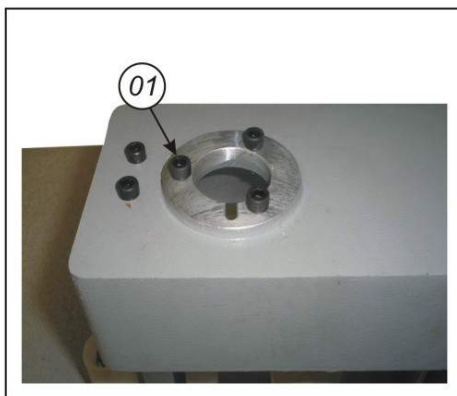

Fig. 10
- ✓ Retire os parafusos 01 fig. 10.